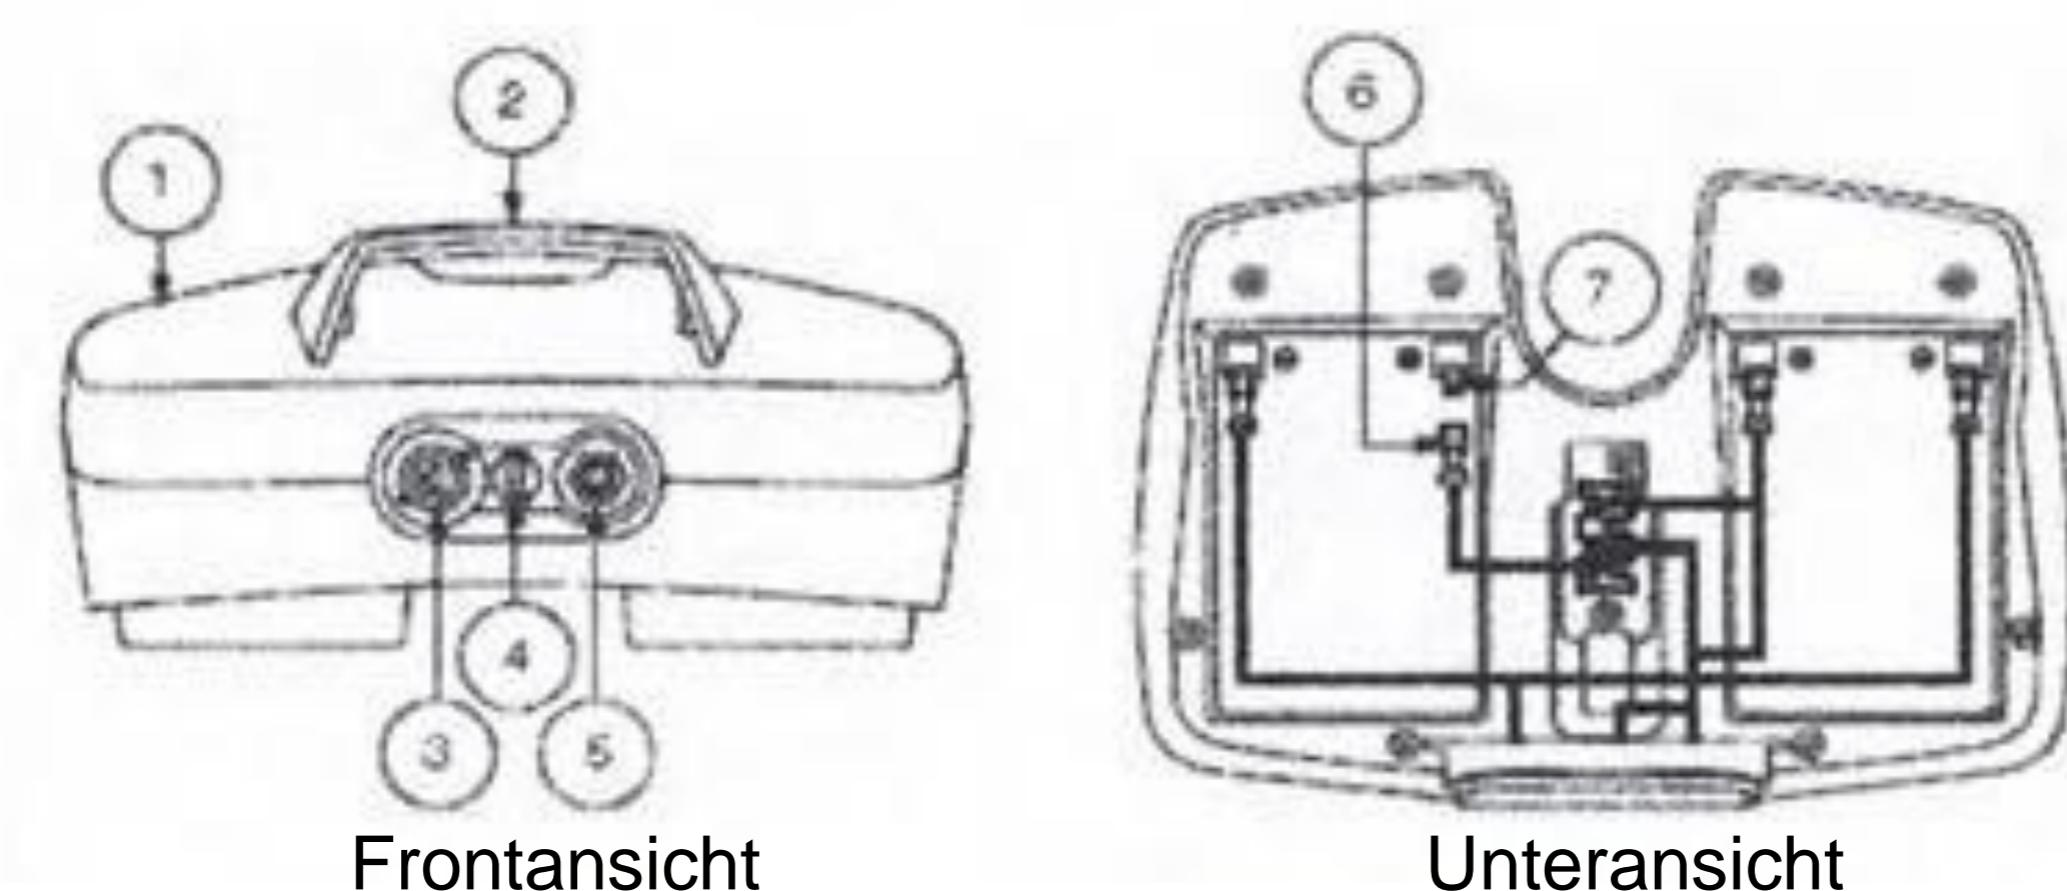

Bild 7
Die Oberseite des Akkupacks ist mit einem Griff ausgestattet. Sie können die Batterie herausnehmen, indem Sie das Batteriepaket aus dem Roller heben. Das Batteriepaket enthält zwei wiederaufladbare Zellen, einen Ladeanschluss, einen Hauptstromkreisunterbrecher (Reset-Taste) und eine Batteriesicherung (Bild 7).
* Vergewissern Sie sich, dass die Sicherung des Akkupacks funktioniert. (Bild 7).